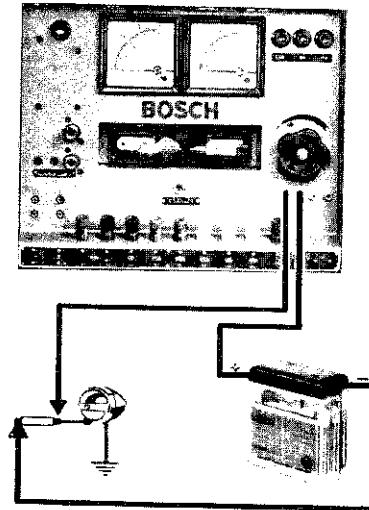

Bild 17
6. Unterbrechung von Leitungen (Bild 17)